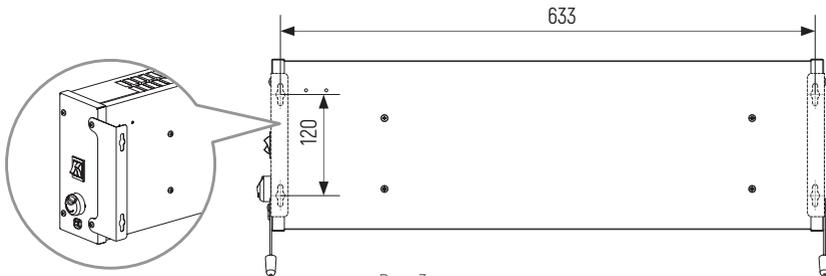

Рис. 3
6.3. Для монтажа конвектора на стене (для моделей Nano 1500 и Nano 2000) следует установить кронштейны на корпус конвектора (см. Рис. 3).
6.4. На стене помощью уровня и рулетки (линейки) следует разметить на стене отверстия. Межцентровое расстояние посадочных отверстий указано на чертеже (см. Рис. 3).